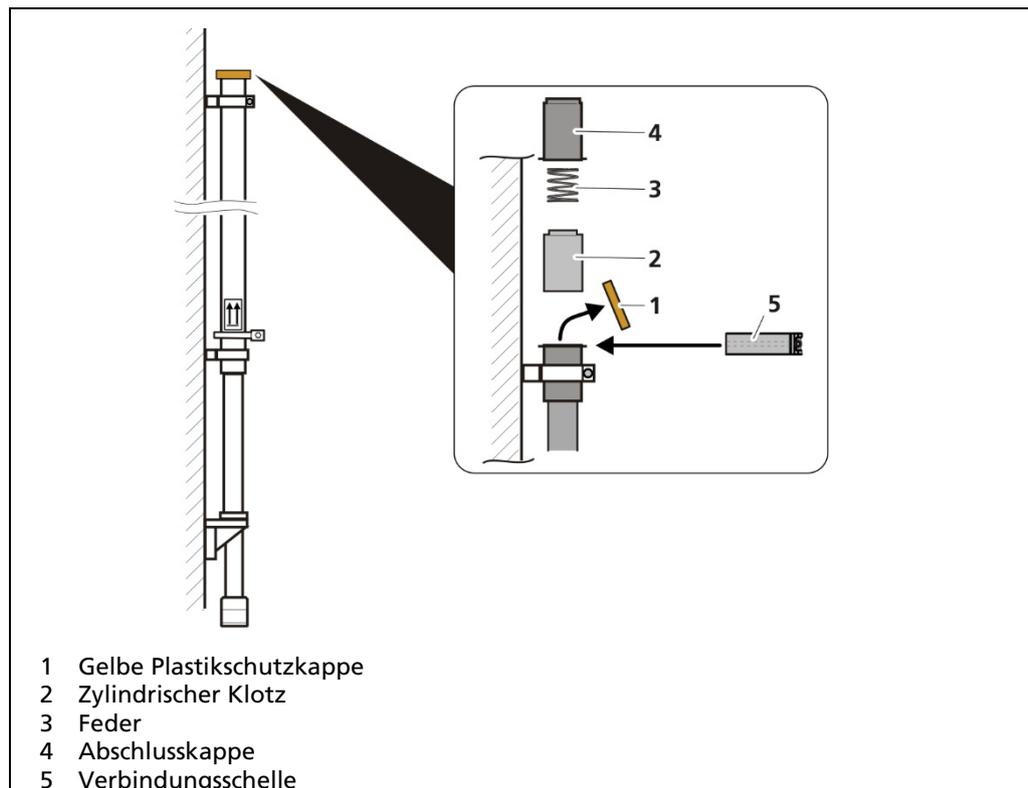

Abb. 19 Letztes Verlängerungsmodul installieren
21. Nehmen Sie die gelbe Plastikschrutkappe (Abb. 19, Pos.1) am Ende des letzten Verlängerungsmoduls ab. **Achtung: Die Schutzfolie (Spiegelfolie) muss auf der Silikonunterlage zur Abschlusskappe hin verbleiben.**
22. Setzen Sie den zylindrischen Klotz (Abb. 19, Pos.2) und die Feder (Abb. 19, Pos.3) auf das Verlängerungsmodul.
23. Setzen Sie die Abschlusskappe (Abb. 19, Pos.4) auf die Feder.
24. Drücken Sie die Abschlusskappe fest auf das Verlängerungsmodul und mit verbinden Sie die Verbindungsschelle (Abb. 19, Pos.5) an.